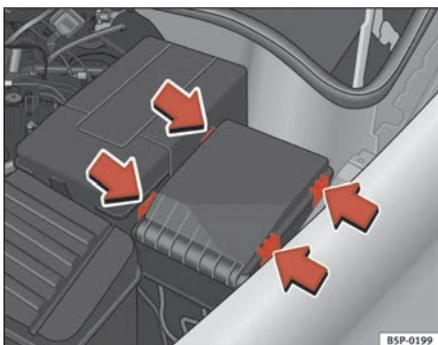

Fig. 176 Tampa da caixa de fusíveis no compartimento do motor
- Retirar a tampa dos fusíveis do compartimento do motor fazendo pressão nas patilhas na direcção do centro da tampa ⇒ fig. 176.